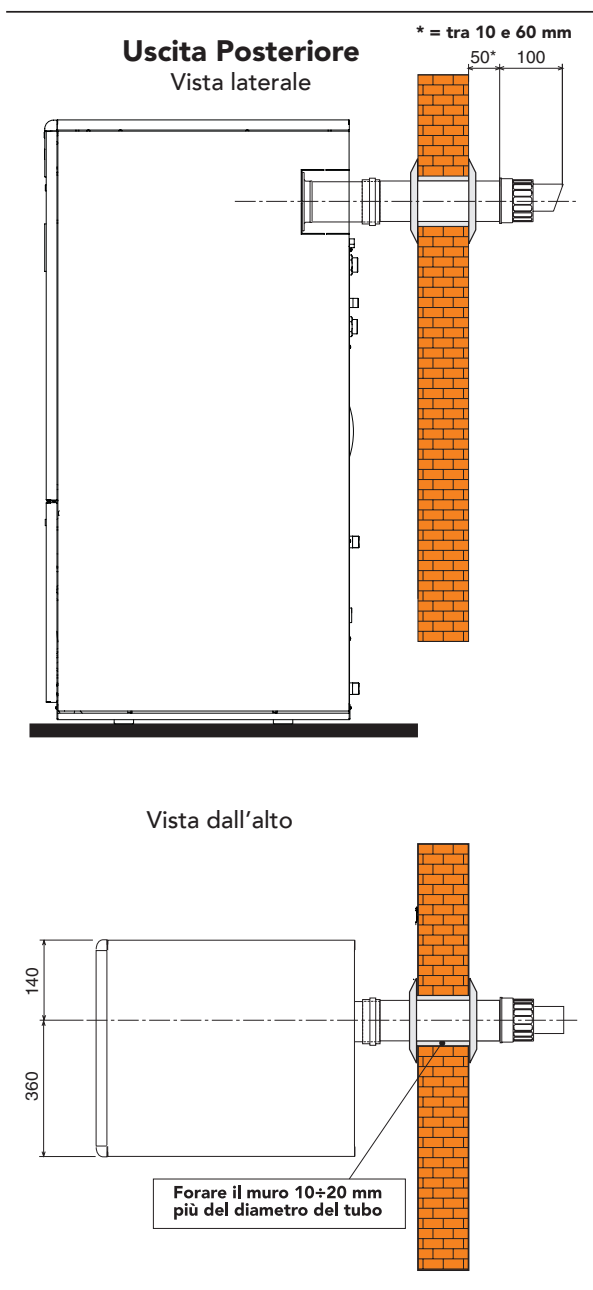

fig. 4a
4. Se necessario, tagliare la tubazione terminale a misura, considerando che la tubazione esterna dovrà sporgere dal muro per un tratto compreso tra 10 e 60 mm (fig. 4a e 4b). Eliminare le sbavature da taglio.